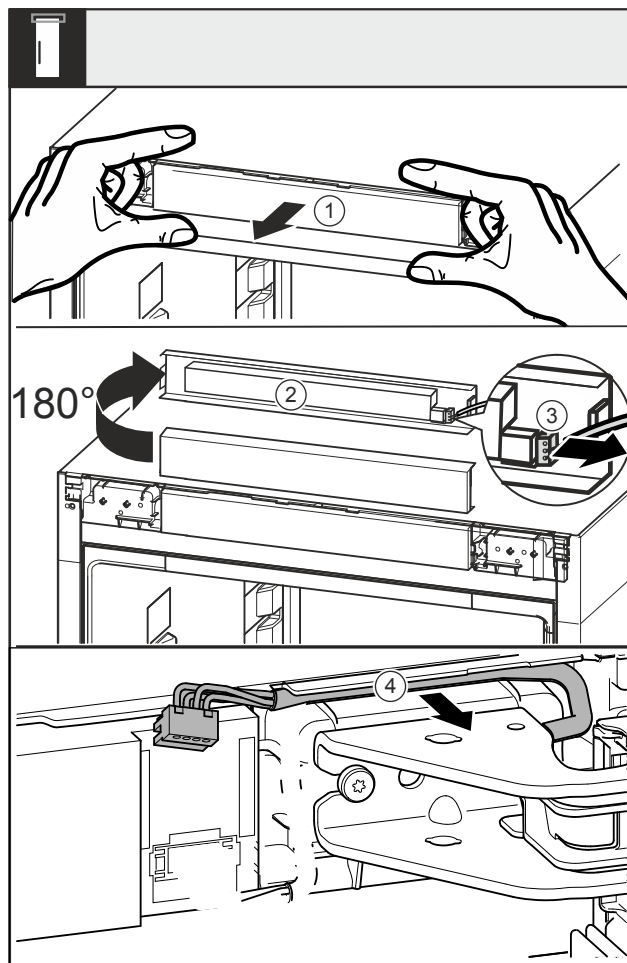

Fig. 7
- Retirer le cache Fig. 7 (1) vers l'avant.
- Tourner le cache Fig. 7 (2) de 180° vers le haut.
- Pousser l'ergot du connecteur Fig. 7 (3) vers l'arrière et retirer avec précaution le connecteur.
- Retirer le câble Fig. 7 (4) du guide par le support de palier.